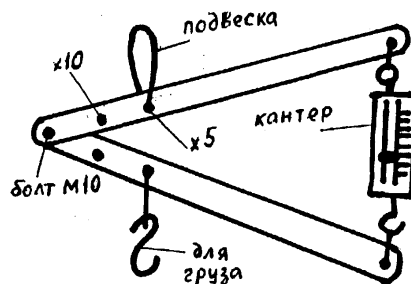

Рис.8
Это можно сделать и с помощью рычажных весов-кантера, рассчитанного на взвешивание груза до 10 кг (рис.8). Изготавливают две одинаковые стальные или дюралюминиевые пластины толщиной 5 мм. В них сверлят три отверстия (d=11 мм) так, чтобы расстояния L1 и L2 равнялись соответственно 0,1 и 0,2 от L3 (500 мм). Пластины скрепляют болтом М10 с двумя шайбами, уменьшающими трение. Кантер проволочными кольцами крепят к концам рычагов. При взвешивании показания его умножают на 10 или 5 соответственно, в зависимости от того, за какие отверстия (x10 или x5) подвешены подвеска и крюк для груза. Таким образом, за счет отношений плеч рычагов таким кантером можно взвесить груз до 100 (50) кг.